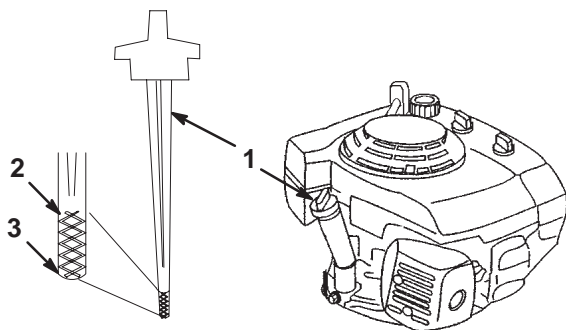

Figure 6
Avant chaque utilisation, vérifiez que le niveau d'huile arrive entre les repères maximum et minimum de la jauge (Fig. 6).
- Nettoyez la surface autour de la jauge (Fig. 6).
- Observez le niveau d'huile indiqué par la jauge (Fig. 6).
- Si le niveau n'atteint pas le repère minimum sur la jauge, sortez la jauge du goulot de remplissage et versez **lentement** juste assez d'huile pour faire monter le niveau jusqu'au repère maximum (Fig. 6).